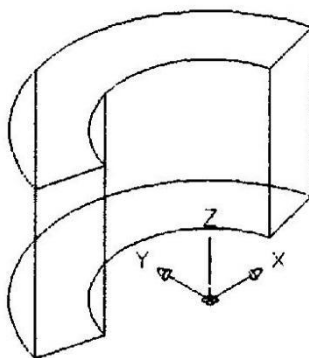

图 11-35 旋转 -15 度
7、选择【修改】/【三维操作】/【三维旋转】命令，与步骤(5)类似，将旋转角度指定为 -15° ，效果如图 11-35 所示。